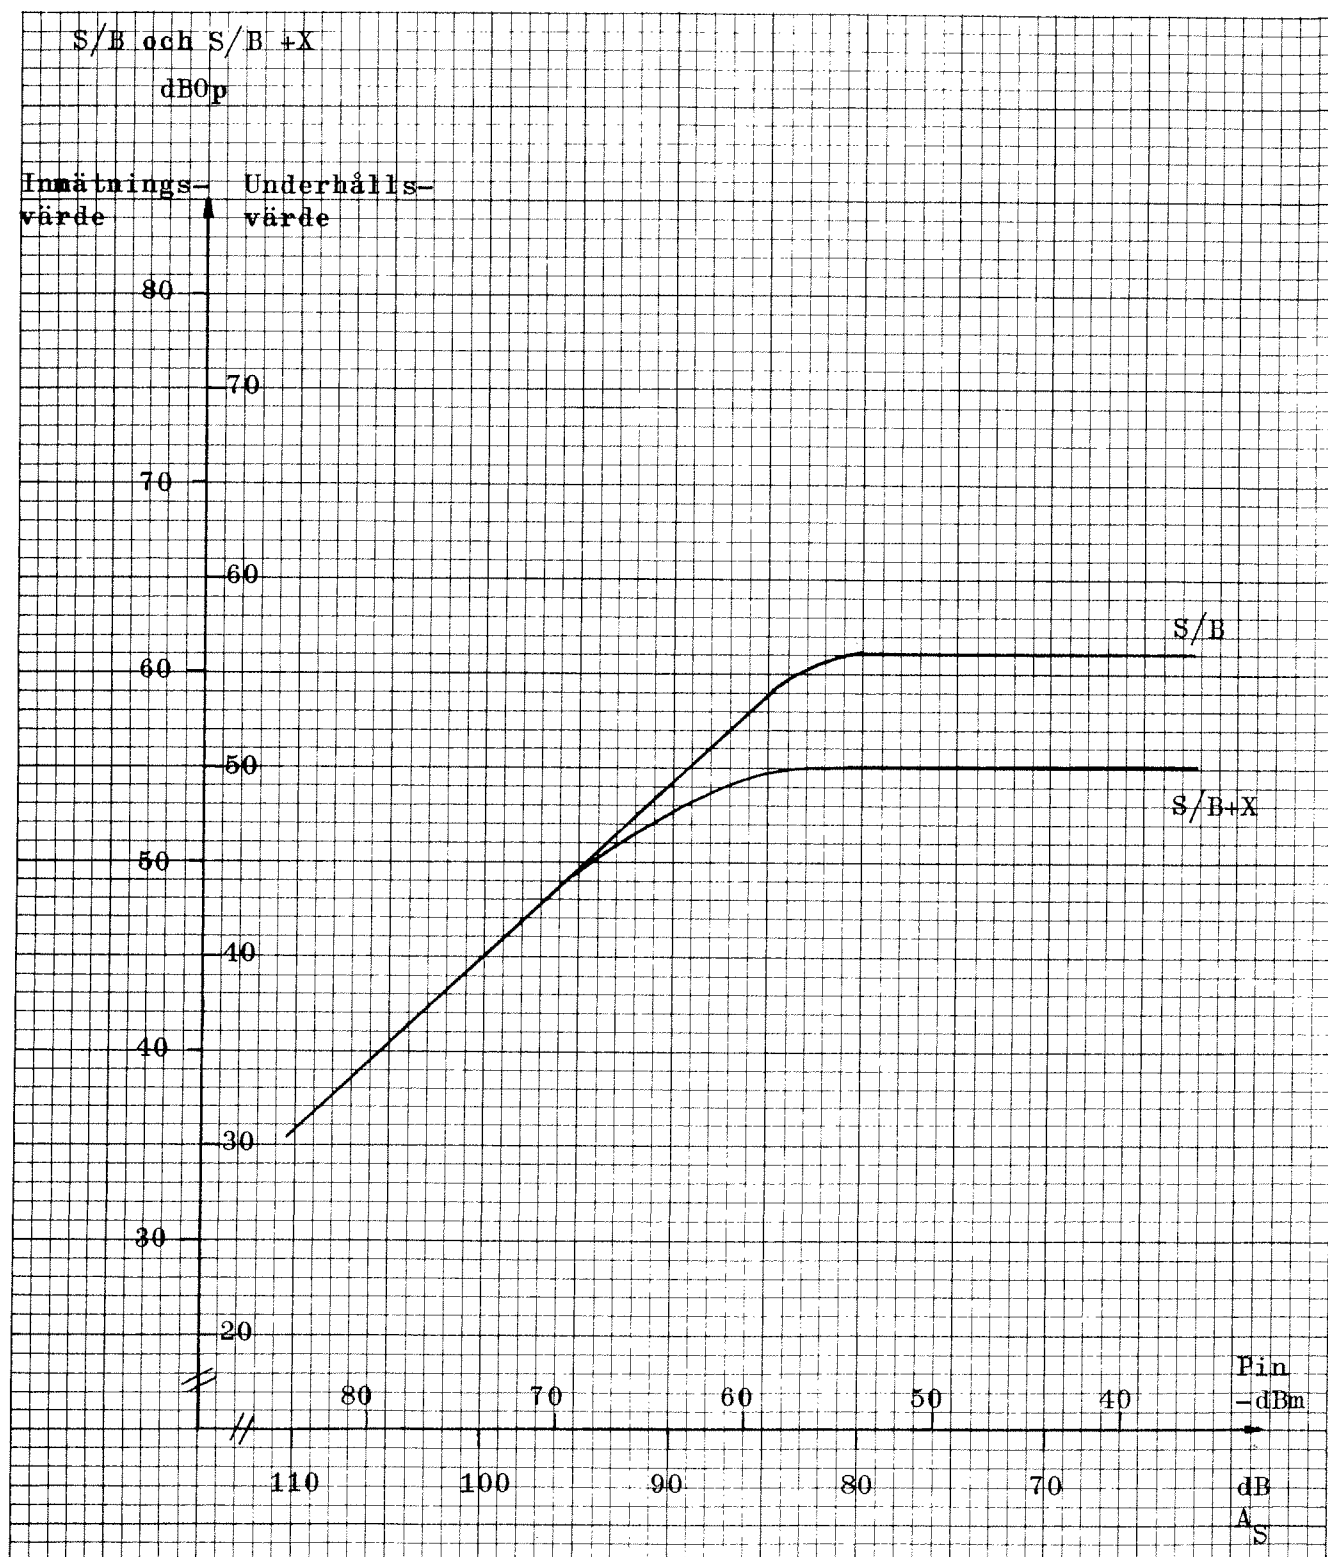

Bild 1
- 2.6.11 Kontrollera för samtliga mätfrekvenser att S/B + X är bättre än på bild 1 angivet underhållsvärde för aktuell sträckdämpning alternativt insignal.
Kontrollera för samtliga mätfrekvenser att S/B är bättre än på bild 1 angivet underhållsvärde för aktuell sträckdämpning alternativt insignal.